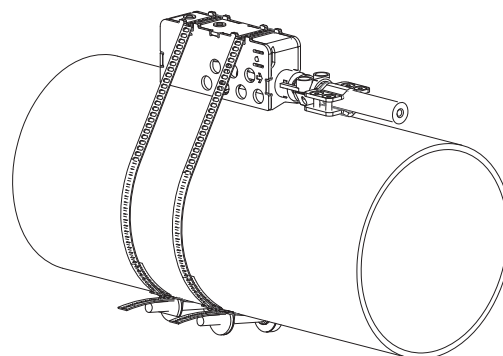

Abb. 9.50: Sensor im Montageschuh, montiert mit Spannband und Spannschloss
- Schieben Sie das andere Ende des Spannbandes durch die Nut an der Oberseite des Sensorschuhs (siehe Abb. 9.50).